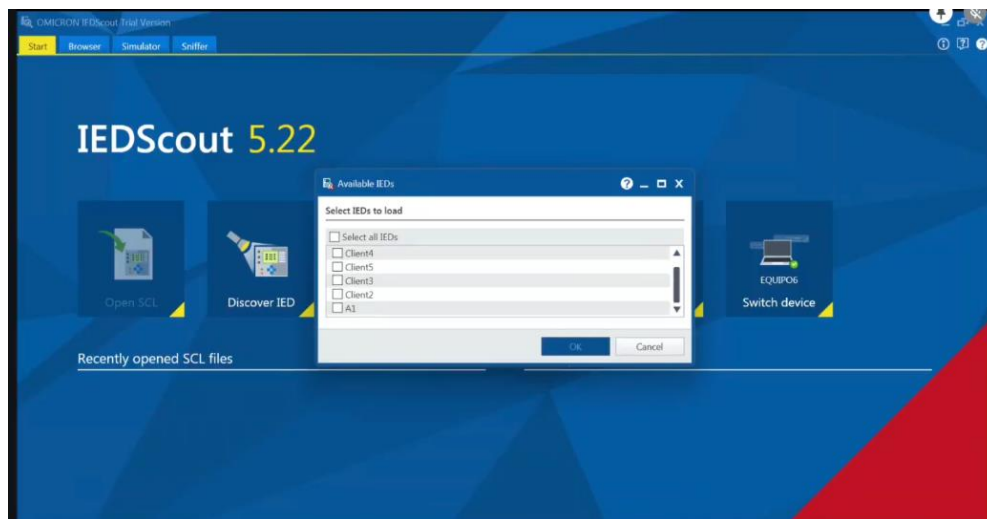

Imagen 398_Selección de IED del relevador REF615.
6.1.5 Dando doble clic sobre el equipo que se muestra en servicios disponibles se nos desplegara el siguiente recuadro como en la **Imagen 398** en donde encontraremos el relevador con el que estamos trabajando.